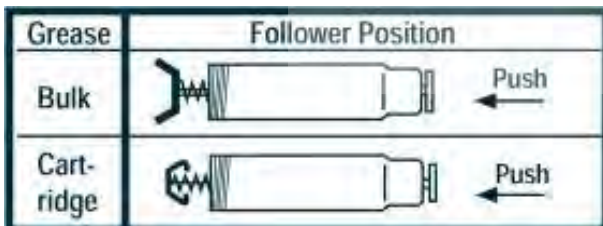

Fig 1
c) Siege de la bille du clapet (10) sale ou endommagé.	1) Enlever le clapet (10) 2) Nettoyer et inspecter tous les composants. Remplacer Le cas echeant Important - Enduire le filet du clapet de filet sealant.
d) Siège de la billie du corps de sortie (6) sale ou endommagé	1) Enlever le corps de sortie (6). 2) Démontez, nettoyez et inspectez tous les composants. Remplacer le cas échéant.
e) Joint torique (12) du piston usé ou endommagé.	Enlever la manette (20), Sortir le piston (13), Remplacer le joint torique (12).
c) Follower en position fausse pour la grasse en bloc	Si en utilisant la graisse en bloc, (See Fig 1)
Hinweis: Wählen Sie die korrekte Einsatzposition (Abb.1).